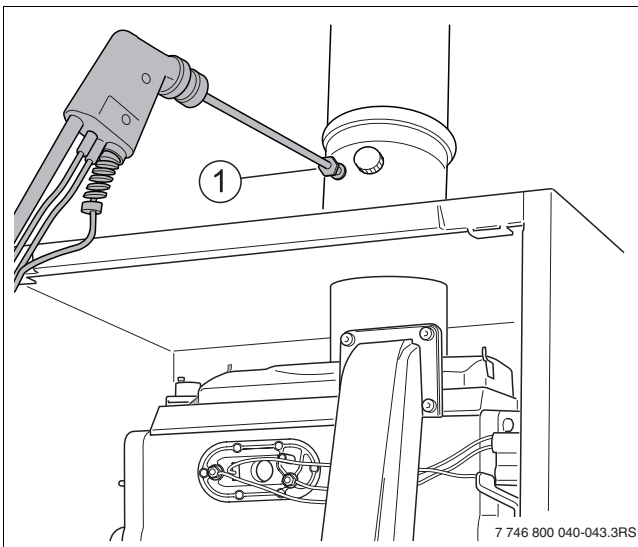

Fig. 63 Punto di misura per gas di scarico
- ▶ Misurare il tenore di CO nel punto di misurazione per gas combusti (→ fig. 63, [1]).